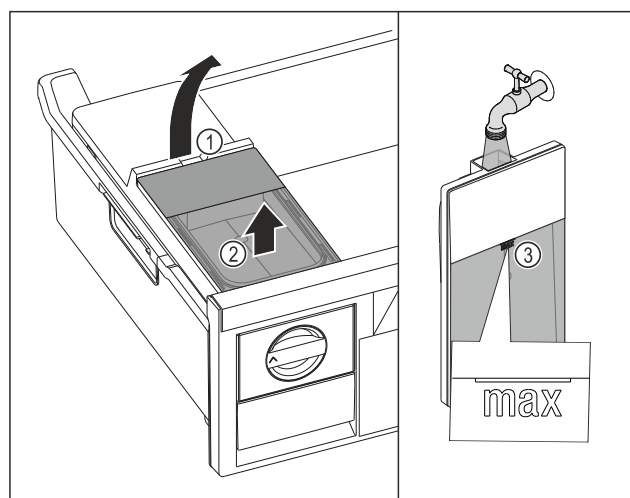

Fig. 71
- ▶ Podignite spremnik za vodu na otvoru Fig. 71 (1).
- ▶ Izvadite spremnik za vodu prema gore. Fig. 71 (2)
- ▶ Spremnik za vodu napunite pitkom vodom do oznake Fig. 71 (3).